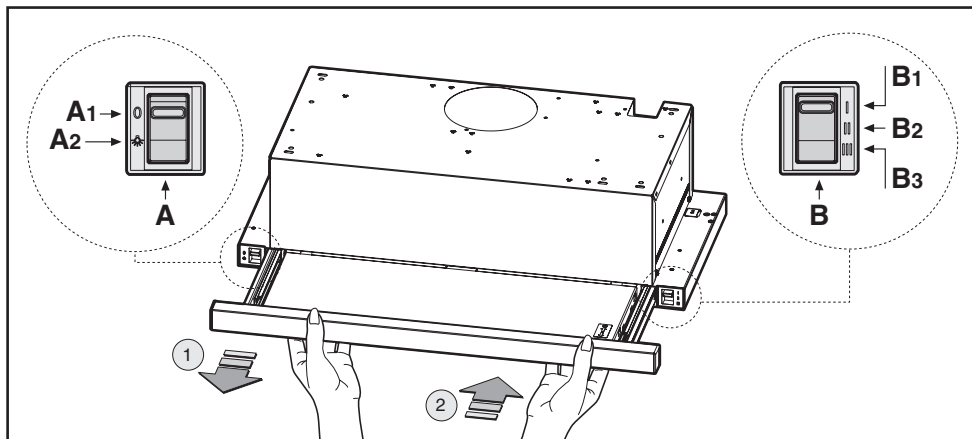

Fig.9
• **Betjening-senhed taster (Fig.9) slider** symbolbetydningen er som følger: